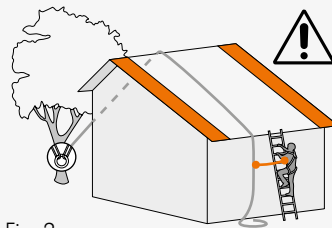

Fig. 2
- **in the absence of a lifeline**, creating anchor points to reach the apex of the roof (e.g. use of a natural anchor, Fig. 2);
- **Jos turvaköyttä ei ole**, on luotava kiinnityskohtia katon harjalle saakka (esim. luonnollista ankkuripistettä käyttäen, katso Fig. 2).